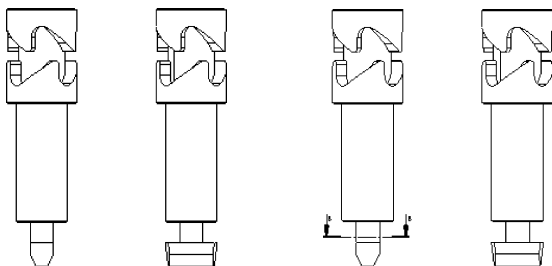

图 7-111 创建模型视图
STEP 1 新建“工程图”文件，设置图纸大小为“A3 (GB)”，在系统自动打开的“视图效果”属性管理器中单击“浏览”按钮，在弹出的对话框中选择本书提供的素材文件“旋锁旋轴.sldprt”。
STEP 2 图纸比例设置为用户自定义“1:3”，图纸方向保持系统默认，在图纸绘制区中单击，创建此方向的标准视图，然后向右拖动创建一投影视图，如图 7-111 所示。